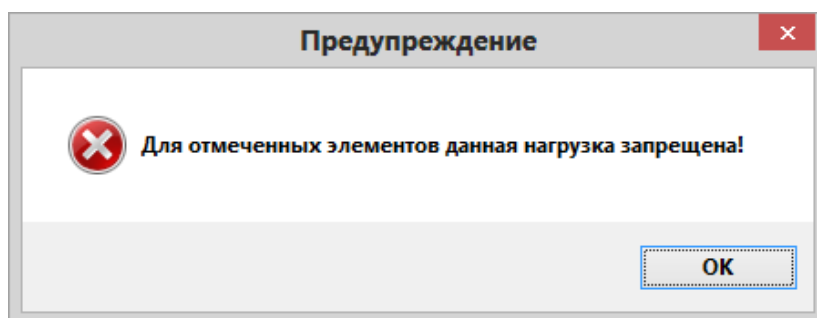

Рис.4.25. Диалоговое окно **Предупреждение**
- На экране появляется диалоговое окно **Предупреждение** (рис.4.25) в котором щелкните по кнопке **ОК**.